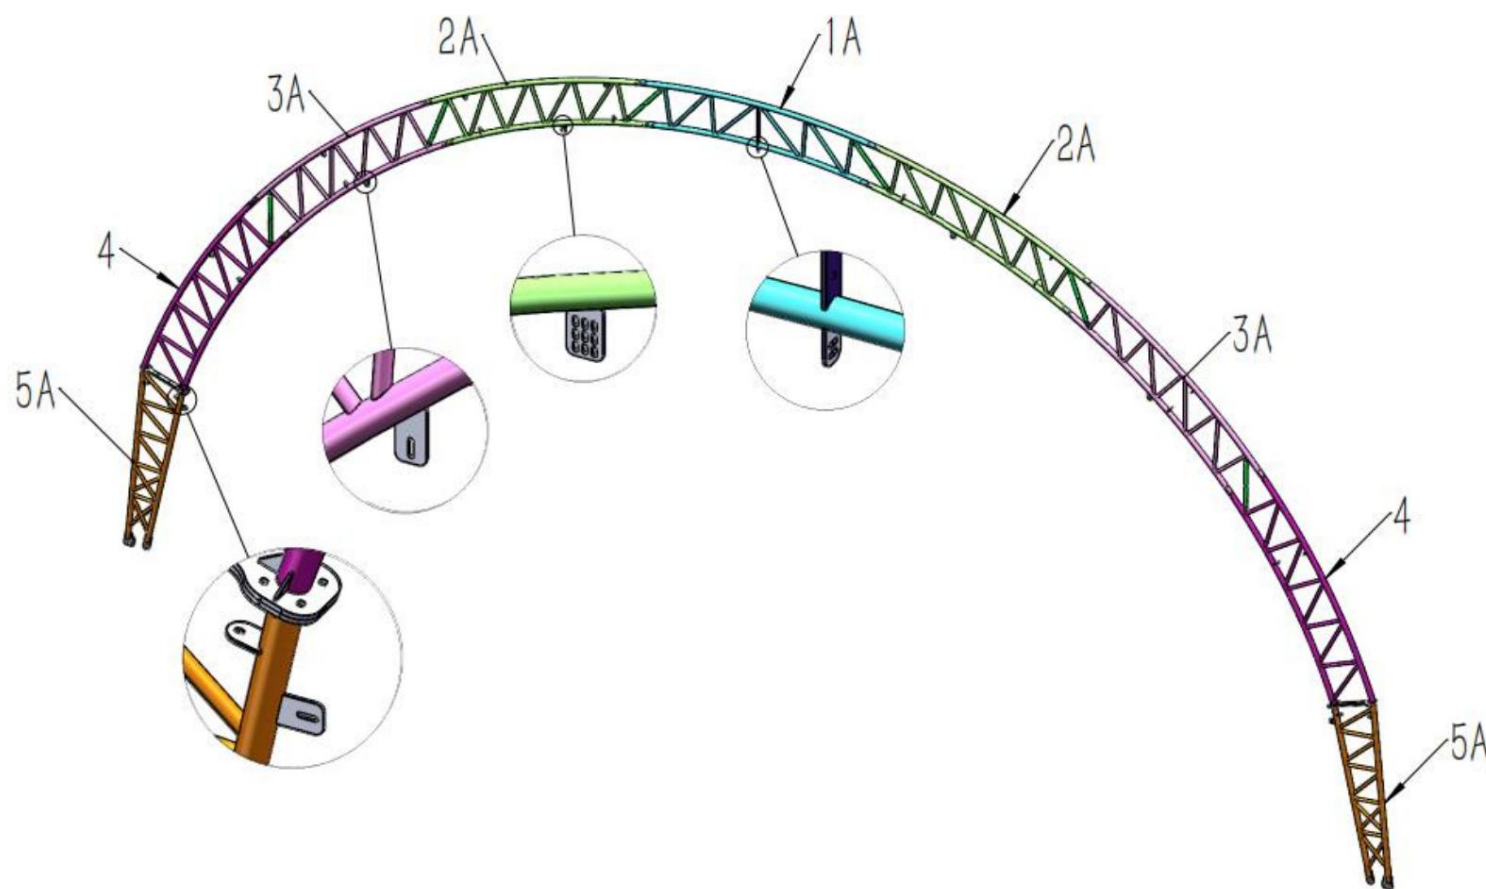

Figure 2
1. Comme indiqué sur la figure 2, repérez un tube supérieur de toit au niveau des portes avant et arrière (n° 1A), deux tubes de courbure supérieurs de toit au niveau des portes avant et arrière (n° 2A), deux tubes de courbure centraux de toit au niveau des portes avant et arrière (n° 3A), deux tubes de courbure inférieurs latéraux (n° 4) et deux tubes de courbure inférieurs au niveau des portes avant et arrière (n° 5A). Assemblez ensuite le premier et le dernier groupe d'arches à l'aide du tube de support situé entre les arches (n° 6). NE PAS installer la vis sur le dessus de la ferme, à l'endroit où reposera le tissu.
Remarque : Tube supérieur de toit, tube de courbure de toit, tube de courbure central de toit, tube de courbure inférieur latéral et tube de courbure inférieur (n° 1A, 2A, 3A, 4A et 5A) sont soudées avec des plaques d'acier pour les portes avant et arrière et sont différentes de l'arche centrale.(Figure 2)